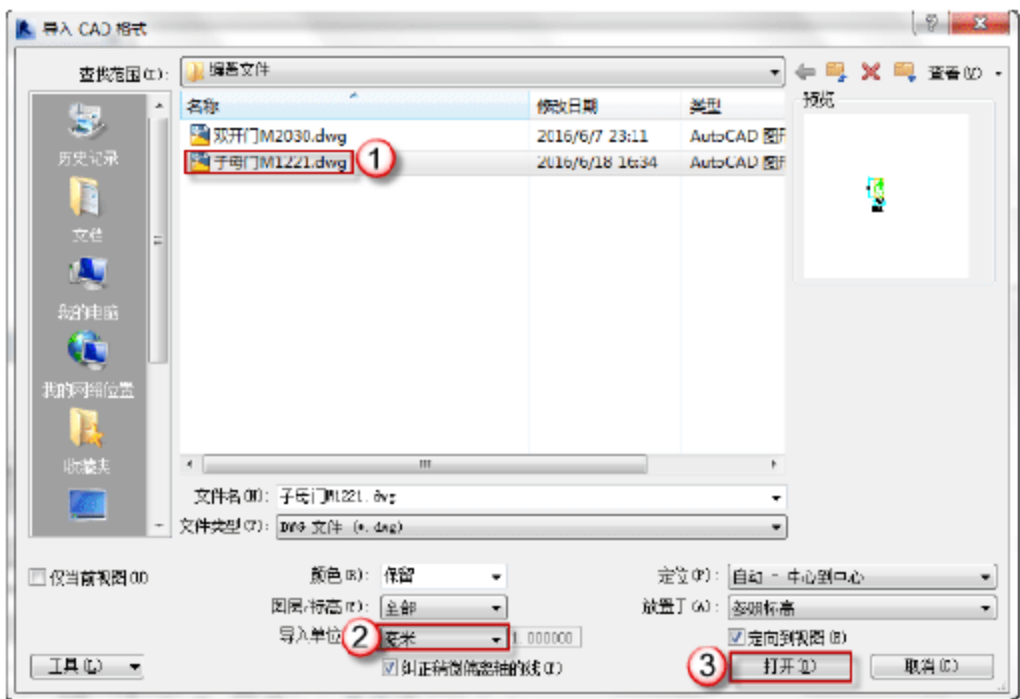

图 6.1.86 导入“子母门 M1221.dwg”文件
(7) 导入 CAD 图形。选择“插入”→“导入 CAD”命令,弹出“导入 CAD 格式”对话框,选择“子母门 M1221.dwg”文件,将“导入单位”改为“毫米”,单击“打开”按钮,如图 6.1.86 所示。